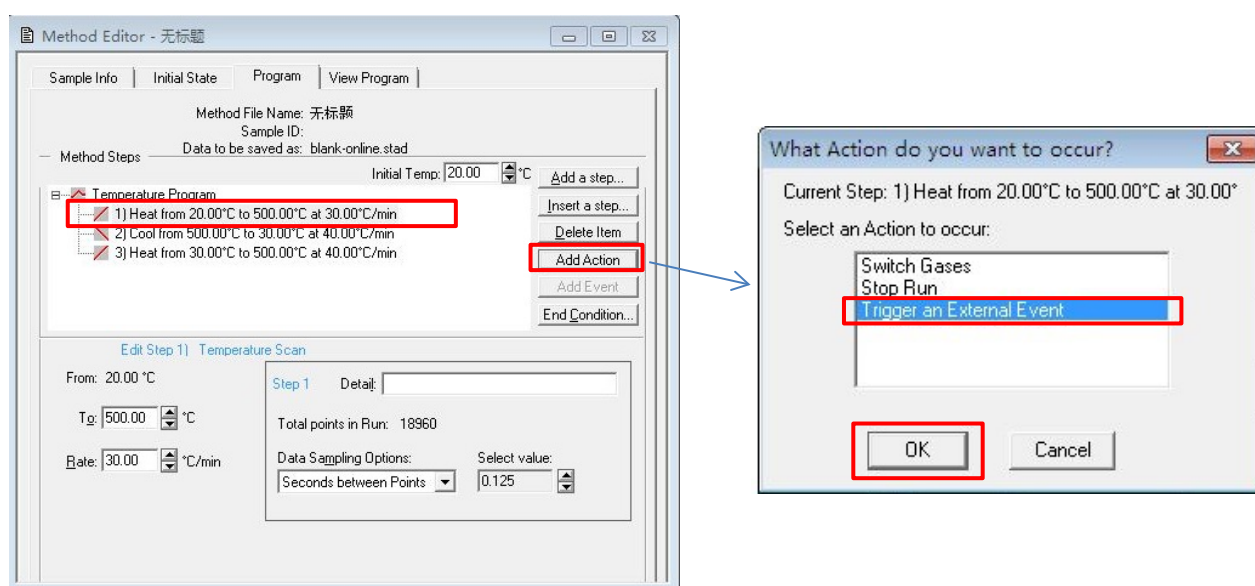

图 4
3.2.3.1 选中温度台阶，点击“Add Action”，选择“Trigger an External Event”，点击“OK”。如图 4 所示。